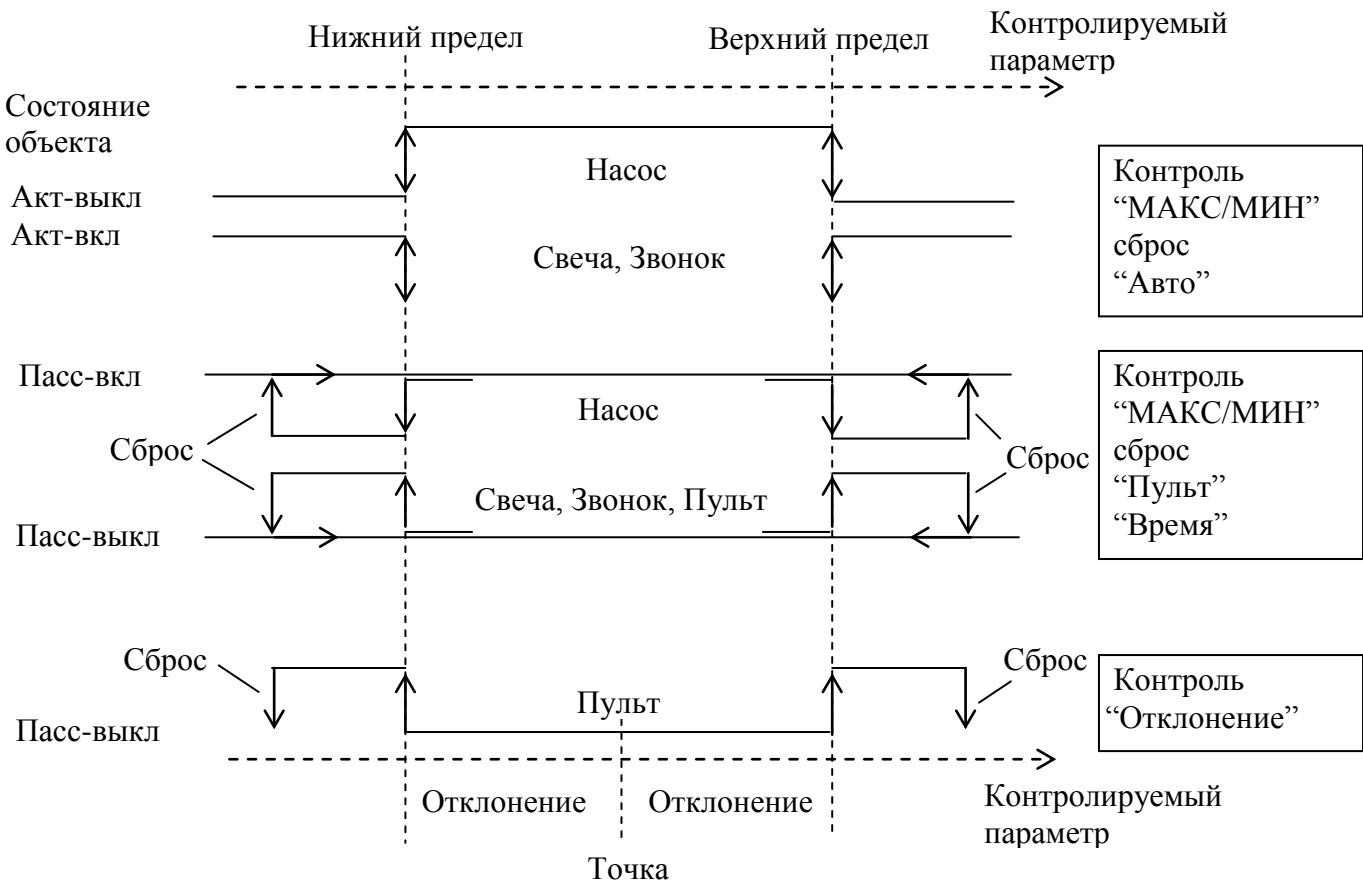

Рисунок 6.1
- “Насос” - канал управления БУ2 с негативной диаграммой (см. рисунок 6.1);